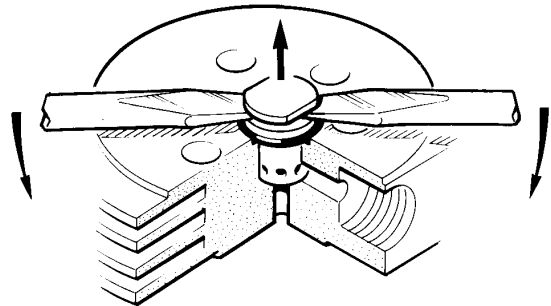

Abb. 31 Druckventil 3. Stufe, Ausbau
- Die beiden selbstsichernden Mutter (1) und Federscheiben (2) entfernen.
- Druckplatte (3) entfernen.
- Ventile (4) und (7) mit zwei Schraubendrehern heraushebeln, siehe Abb. 31.
- Beim Zusammenbau in umgekehrter Reihenfolge vorgehen. Federscheiben mit der gewölbten Seite nach oben anbringen. Mutter gleichmäßig festziehen, Druckplatte (3) parallel zum Zylinderkopf! Mit 10 Nm festdrehen.
- Druckverschraubung (1) einige Umdrehungen lösen.
- Die Innensechskantschrauben (7), mit denen der Ventilkopf (5) befestigt ist, herausschrauben. Ventilkopfdeckel (6) abnehmen.
- Zwei Schraubendreher in die Rille im Druckventil (3) stecken und Druckventil zusammen mit O-Ring (2) heraushebeln (Abb. 31). Bei Bedarf kann das Ventil zunächst an der Schlüsselfläche (13 mm) gedreht und somit gelockert werden.